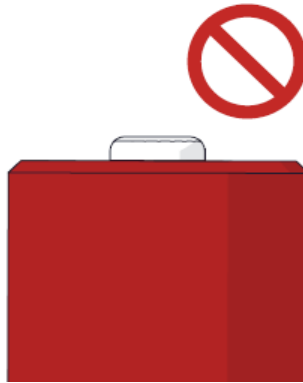

Figura 1-43 Presión insuficiente
- Si no hay suficiente presión (ver Figura 1-43 en la página 58), desenganche la empuñadura de enganche de motor y aumente la tensión.